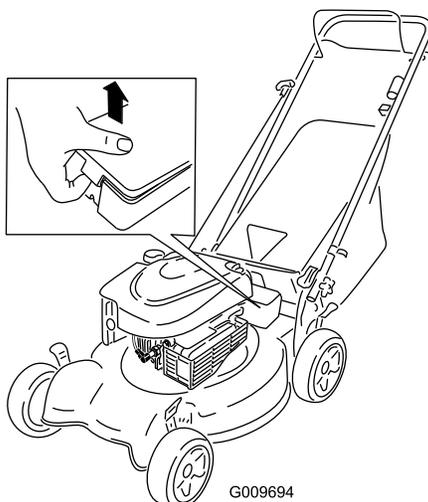

Bild 25
- Lösen Sie die beiden Clips an der Batteriefachabdeckung und nehmen Sie sie ab (Bild 25).